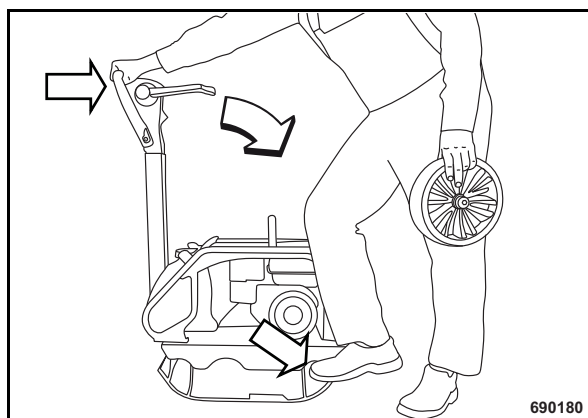

Fig. 25
- Inclinarse la máquina por medio del timón hacia delante (Fig. 25).